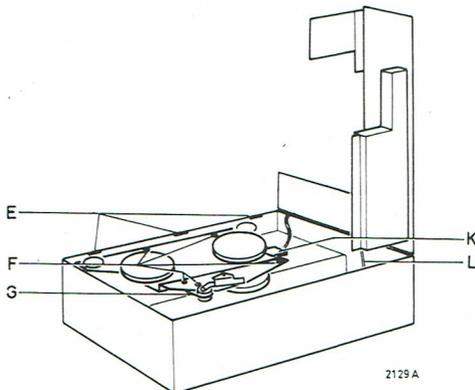

Fig. 4
- Après avoir enlever les trois vis D (faire attention à la vis dans le coin supérieur droit) tout le panneau d'amplificateur peut être légèrement soulevé et rabattu sur la droite. A la droite inférieure du boîtier on trouvera un crochet L. Celui-ci sera accroché dans le trou sous la barrette à bornes, ceci permettant de maintenir le panneau d'amplificateur à la verticale (voir fig. 4). L'appareil peut é présent fonctionner normalement. Lorsque le panneau doit être enlevé, on détachera la fiche K et les connexions enbrochables à la droite supérieure dans le boîtier et à l'arrière de l'indicateur.